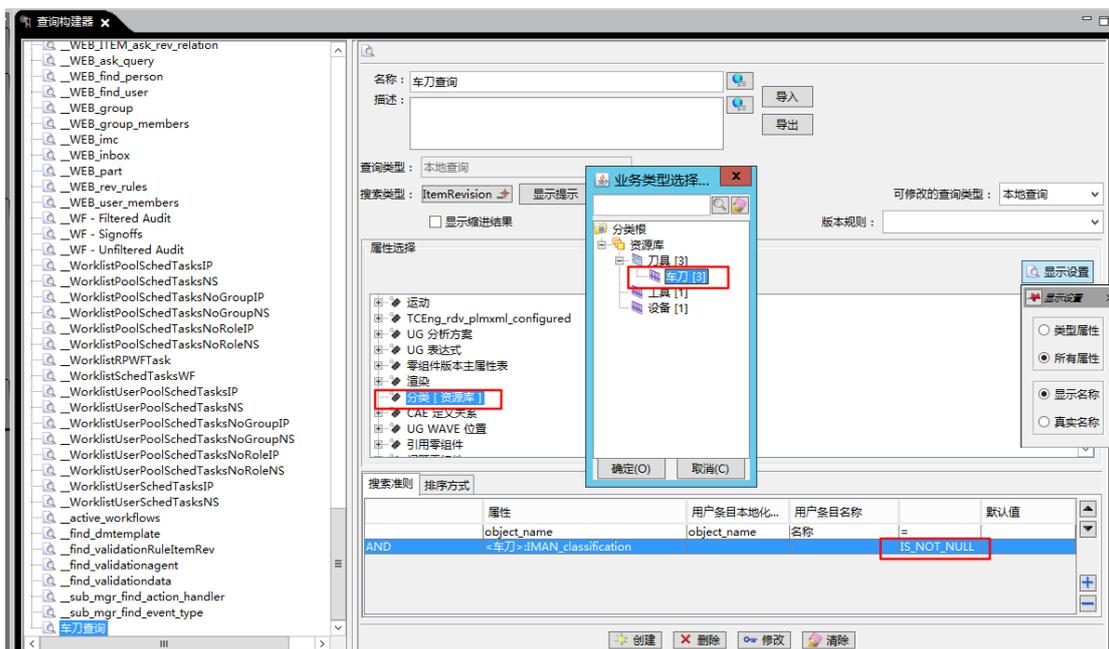

图 1
(1) 首先创建一个查询, 选择需要搜索的类型如: ItemRevision, 在属性选择中找到“分类”, 定义需要查询资源库中的类型, 如: 车刀, 选择“IS_NOT_NULL”即可完成车刀查询的创建。(如图 1)